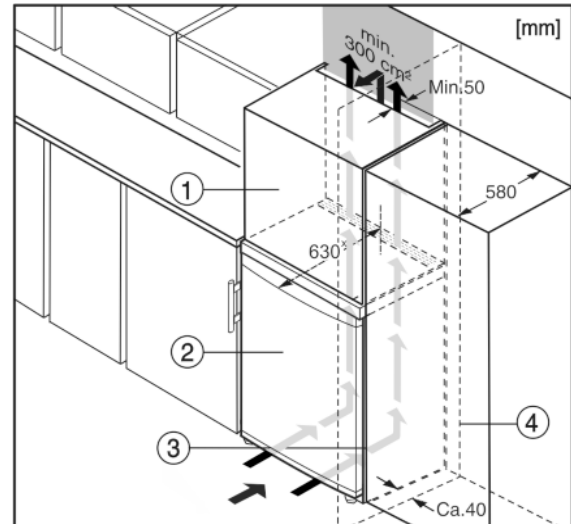

Fig. 5
- (1) Rátétszekrény
- (2) Berendezés
- (3) Konyhaszekrény
- (4) Fal
A készüléket körbe lehet építeni konyhaszekrényekkel. Rá lehet szerelni Fig. 5 (2) egy rátétszekrényt, hogy a készüléket a konyhabútorok magasságához Fig. 5 (1) igazítsa.
Ha (max. 580 mm mélységű) konyhaszekrényekkel építi körül, akkor a berendezést közvetlenül a konyhaszekrény Fig. 5 (3) mellett is felállíthatja. A készülék oldalirányban 34 mm^x, a közepétől pedig 50 mm^x távolságban nyúlik túl a konyhaszekrény előlapjához képest.
Mikor a berendezést a csuklópántokkal egy fal Fig. 5 (4) mellett állítja fel, akkor a berendezés és a fal közti távolság legalább 40 mm legyen. Ez nyitott ajtó esetén megfelel a fogantyú túlnyúlásának.